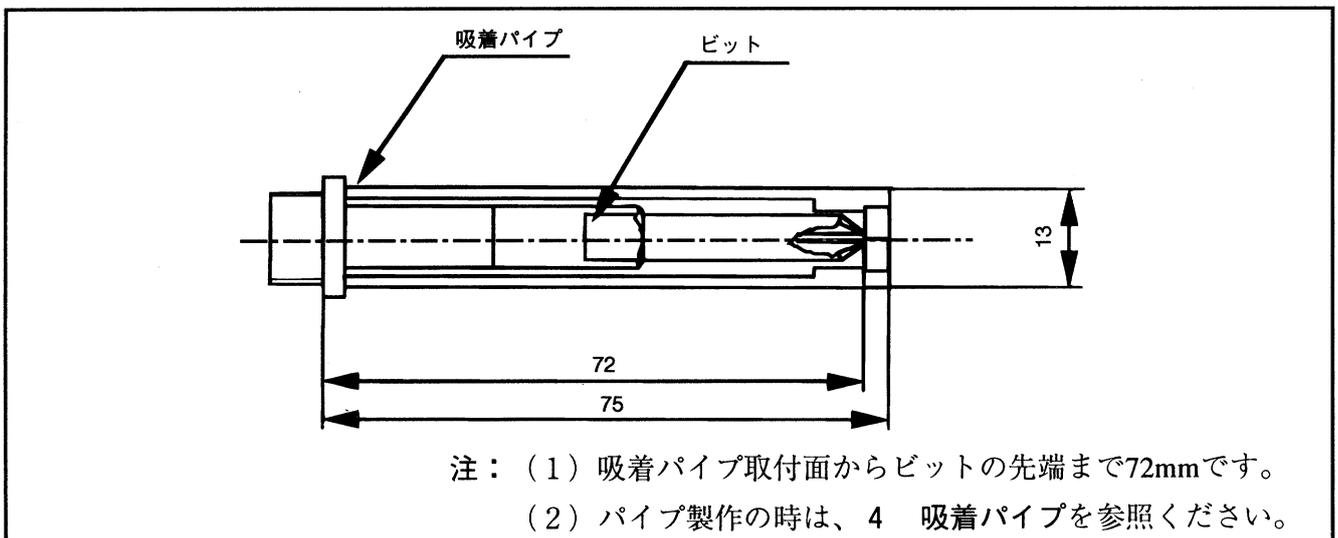

図1-22-1 吸着パイプとビットの位置関係
- (3) ねじを供給するための吸着パイプとねじを締め付けるためのビットの位置関係を図1-22-1に示します。